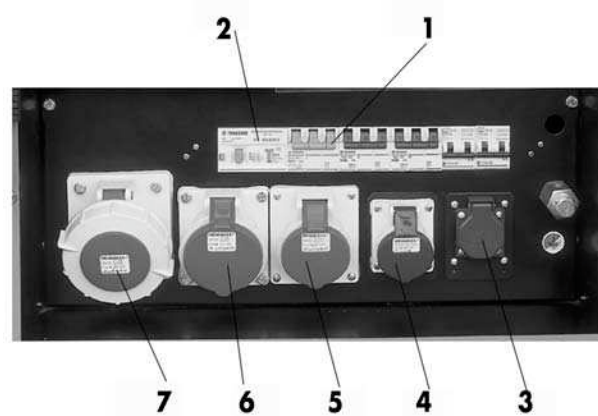

Bild Nr 5
- EXTRA-STECKDOSENTAFEL** Siehe Bild Nr. 5